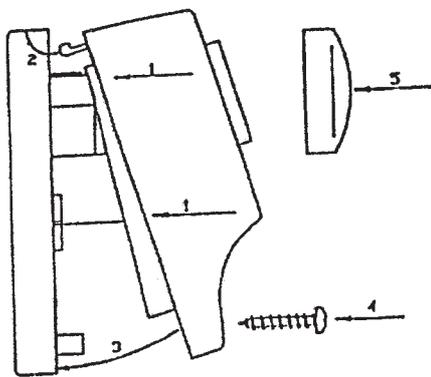

Fig. 1
6. Deckel anbringen, in dem man die beiden Vorsprünge im oberen Teil einsetzt und nach unten einrasten läßt (Fig.1), Deckel mit Schrauben befestigen, Drehknopf aufstecken.